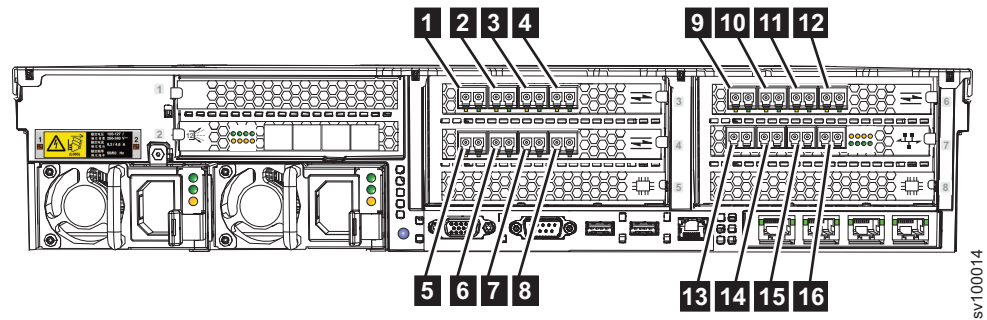

Figura 17. Números de porta Fibre Channel em uma configuração típica
O Figura 17 mostra os números de porta de Fibre Channel (FC) física quando o adaptador Ethernet ótico de 10 Gbps é configurado para Fibre Channel por comunicações Ethernet (FCoE).